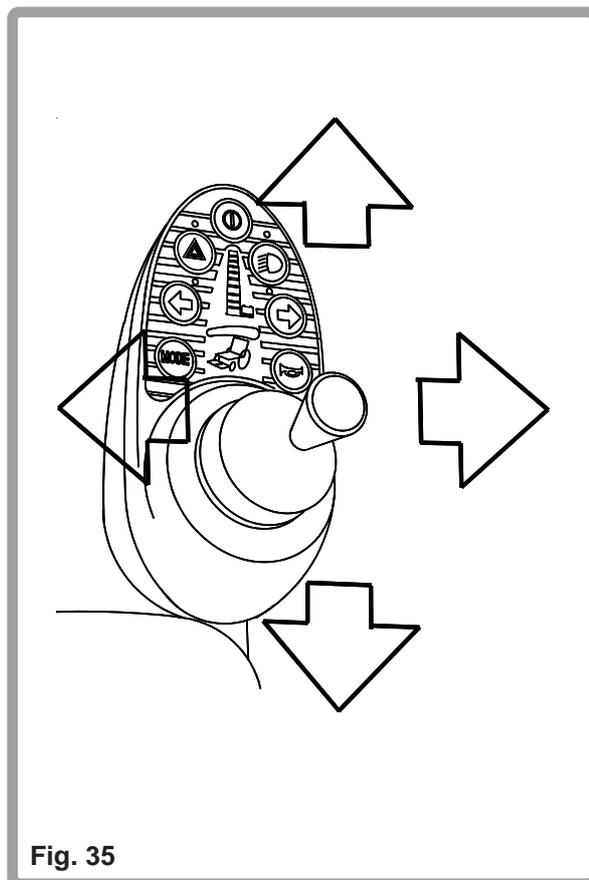

Fig. 35
1. Pour vous déplacer, bougez simplement la manette dans la direction que vous souhaitez emprunter (Fig. 35).